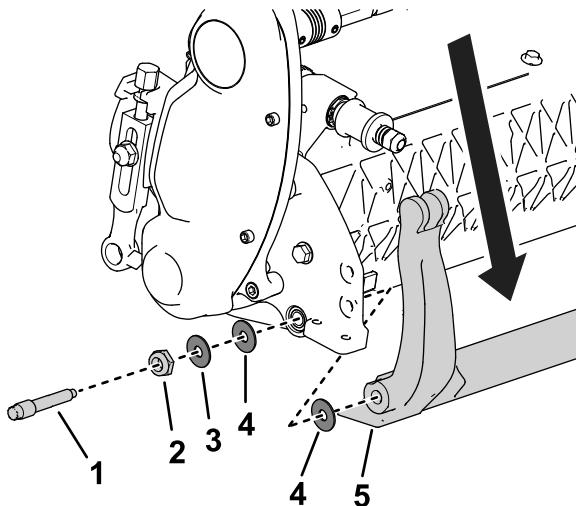

Figura 20
3. En cada lado de la máquina, afloje la contratuerca que se muestra en la Figura 20.
4. Retire todos los pernos de la barra de asiento, para poder tirar de la barra hacia abajo y retirarla de la unidad de corte (Figura 20).
Guarde las 2 arandelas de plástico y la arandela de acero de cada extremo de la barra de asiento (Figura 20).